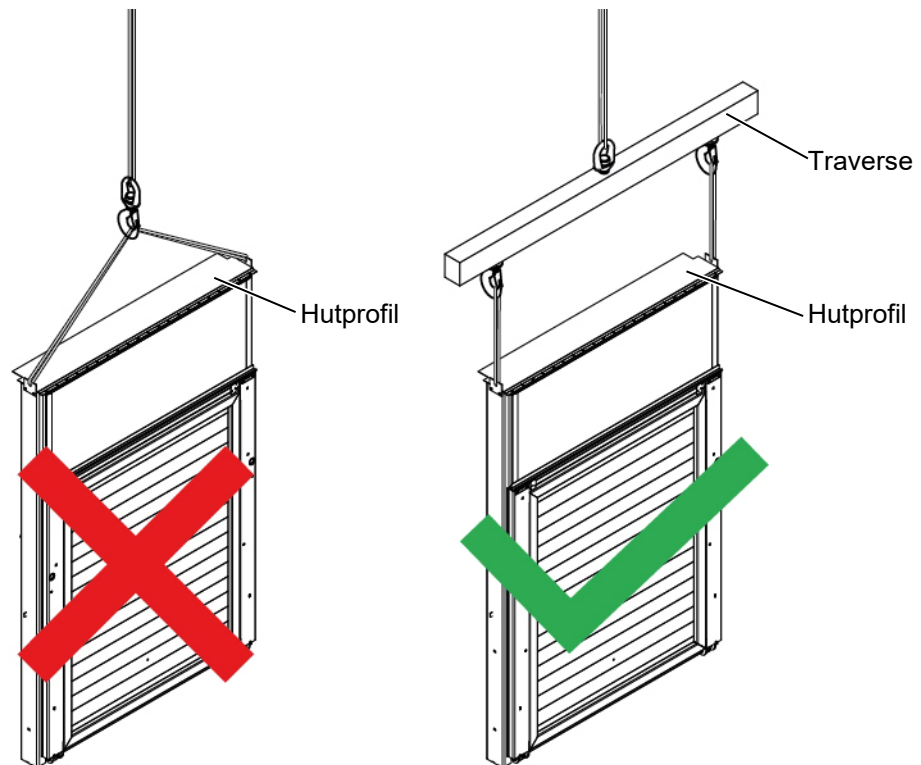

Abbildung 3: Anheben des Vertikalliftes
- Benutzen Sie eine Krantraverse oder ein ähnliches Hilfsmittel, um den Vertikallift an den Montagehilfen anzuheben (siehe Abbildung 3, Seite 15).